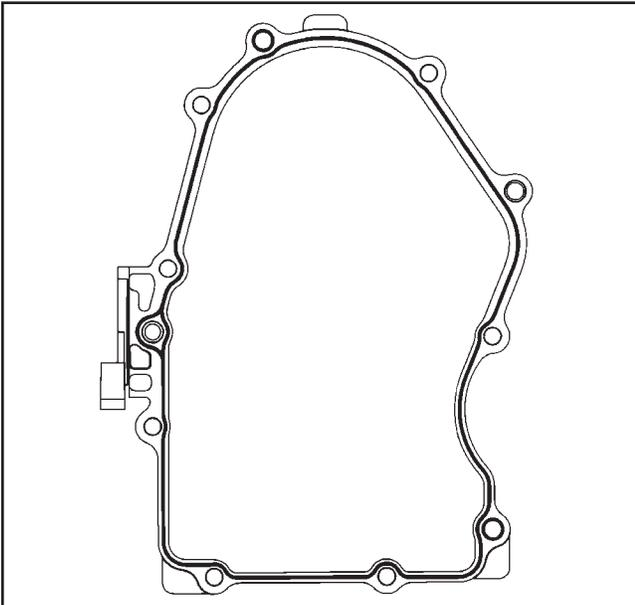

Abbildung 11-19. Dichtungsschema Verschlussplatte.
3. Einen Streifen Dichtungsmasse mit einer Länge von 1,5 mm (1/16 Zoll) auf der Dichtungsfläche der Verschlussplatte auftragen. Siehe Abbildung 11-19 für das Dichtungsschema.